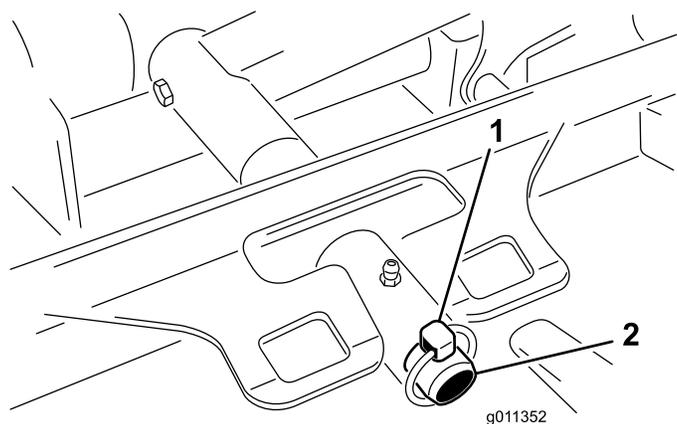

Figura 79
3. Retire o pino de sujeição (para máquinas Groundsmaster 4500) ou porca de bloqueio (para máquinas Groundsmater 4700) que fixa a estrutura de suporte da unidade de corte ao pino da articulação do braço de elevação (Figura 79).
2. Deslize a estrutura de suporte da unidade de corte até que esta fique sobre o pino da articulação do braço de elevação (Figura 79). Prenda a unidade de corte ao pino com o pino de sujeição (para máquinas Groundsmaster 4500) ou a porca de retenção (para máquinas Groundsmaster 4700).